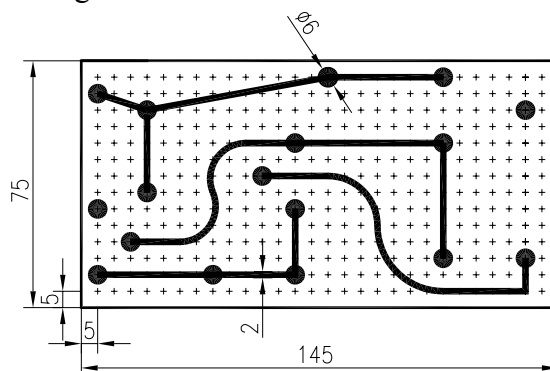

Fig. U5.13
1. Realizați desenul circuitului imprimat din Fig. U5.13 utilizând comenzile *RECTANGLE*, *DONUT* și *TRACE*. Utilizați și rețelele *SNAP* și *GRID* cu valoare 5 activate (*ON*). Comanda *TRACE* se introduce ca și comanda *LINE*, după setarea în prealabil a unei anumite grosimi a liniei.